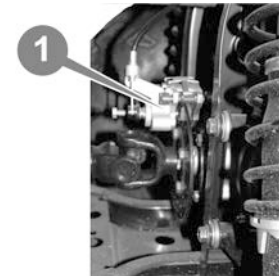

Рисунок 5.17.
На квадроцикле установлены высокоэффективные дисковые гидравлические тормоза и на переднем и на заднем мосту. Тормоза приводятся в действие педалью тормоза квадроцикла (2) (см. рис. 4.2.) или рычагом (1) (см. рис. 3.5.) на левой стороне руля вспомогательной тормозной системы. Усилие от рычагов передается на соответствующие главные тормозные цилиндры, и далее – по тормозным шлангам на рабочие цилиндры (суппорты) гидравлических тормозов передней и задней оси. Стояночный тормоз – дисковый механический, расположен на ведущем валу заднего моста (1) (см. рис. 5.17.) и приводится в действие рычагом (4) (см. рис. 3.6.), расположенным справа на руле.